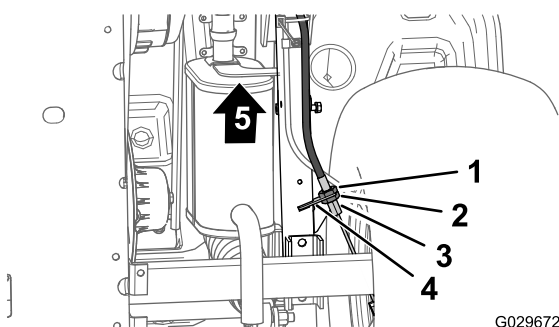

Figure 54
3. Au bas de la machine, desserrez de 4 trous l'écrou de blocage arrière du régleur fileté sur le câble de frein de stationnement (Figure 54).
4. Resserrez l'écrou de blocage avant (Figure 54).
- A. Desserrez d'un tour l'écrou de blocage avant (Figure 54) du régleur fileté du câble de frein de stationnement.
- B. Resserrez l'écrou de blocage arrière (Figure 54).
- A. Desserrez d'un tour l'écrou de blocage arrière (Figure 54) du régleur fileté du câble de frein de stationnement.
- B. Resserrez l'écrou de blocage avant (Figure 54).